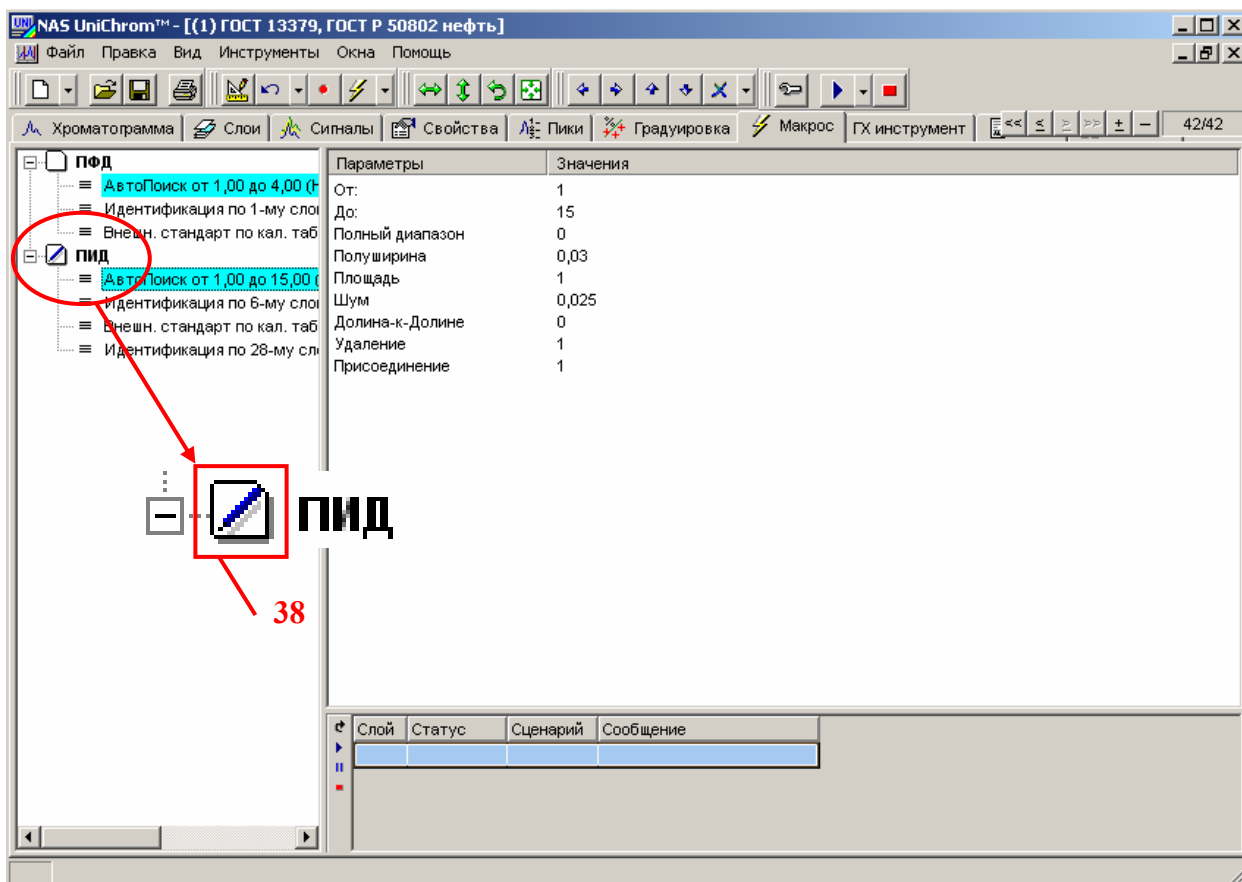

Рис. 61. Выбор макроса для записи
34. Запись макроса «ПВД» (см. Рис. 61)
- Макрос является активным (готовым к записи в него элементов обработки хроматограммы), если этот макрос выбран (выделен), о чём свидетельствует специальная картинка слева от названия макроса – «**Листик с ручкой**» (см. Рис. 61). В противном случае отображается картинка «Чистый листик»;